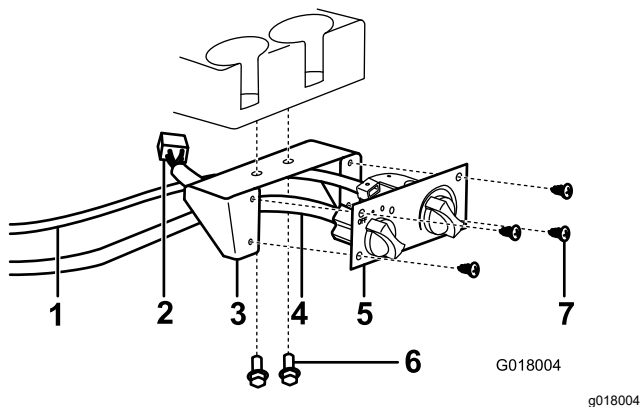

図 29
6. ヒーターコントロールマウントをダッシュボードカップホルダーの下に取り付けるフランジヘッドボルト2本とナットを使用する図 29。
7. ヒーターコントロールケーブルと黒色のワイヤハーネスコネクタを、ヒーターコントロールとヒーターのワイヤハーネスの白色コネクタに接続する図 29。
8. ヒーターコントロールマウントに、ヒーターコントロールを取り付けるビス4本を使用する図 29。